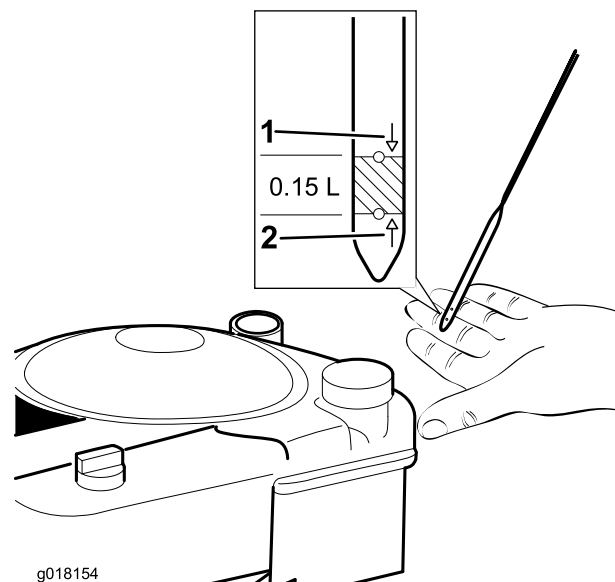

Bild 17
- Nehmen Sie den Peilstab heraus und wischen Sie ihn mit einem sauberen Lappen ab (Bild 17).
- Gießen Sie **langsam** Öl in den Einfüllstutzen; warten Sie für drei Minuten; prüfen Sie den Ölstand am Peilstab; wischen Sie den Peilstab ab und stecken ihn dann ganz in das Rohr (Bild 17).
5. Füllen Sie den Motor mit Öl, bis der Peilstab angibt, dass der Ölstand richtig ist, wie in Bild 17 dargestellt. Wenn Sie zu viel Öl in den Motor füllen, lassen Sie etwas Öl ab.